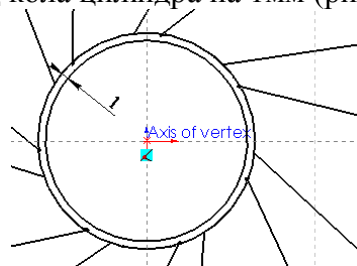

Рис. 5.1.19. Ескіз еквідистантного внутрішнього вирізу
12. Створимо внутрішній отвір. Для цього запустіть інструмент ВІТЯНУТІЙ ВІРЕЗ. Виберіть за площину ескізу одну з основ циліндра і нарисуйте коло, що еквідистантно зміщено від кола циліндра на 1мм (рис. 5.1.19).